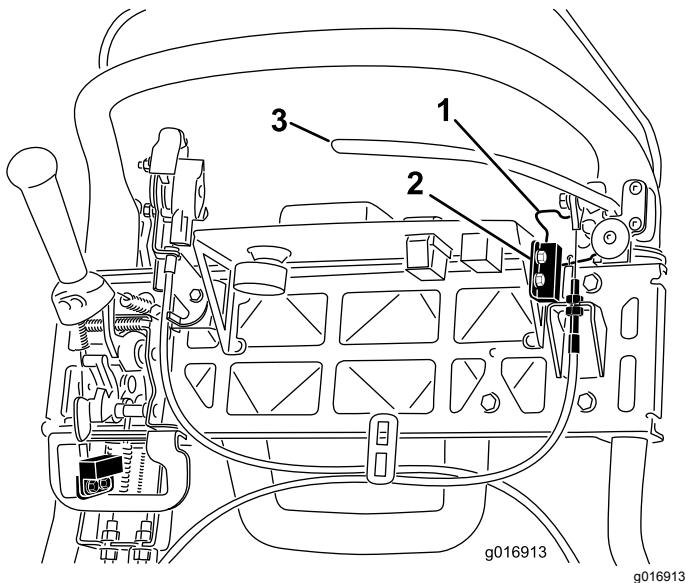

Figura 45
4. Desaperte e remova as juntas de montagem do interruptor de segurança (Figura 45).
5. Coloque um calço de 1,6 mm entre o bloqueio do travão de mão e o interruptor de segurança (Figura 45).
4. Para aumentar tensão do cabo, desaperte a porca de bloqueio do cabo superior e aperte a porca de bloqueio do cabo inferior (Figura 45) até que seja obtida uma força de 156 N aplicada na pega da alavanca do travão, necessária para libertar o trinco do travão de mão.